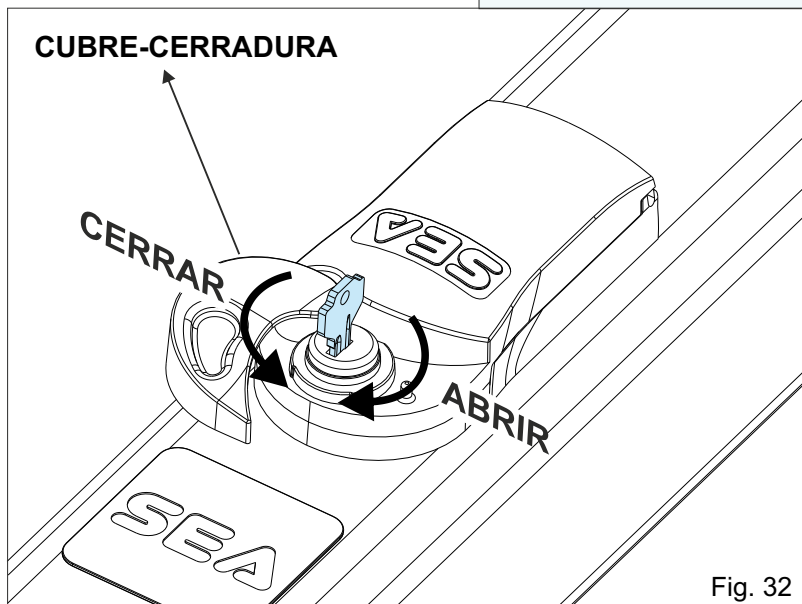

Fig. 32
- Desbloquear el operador manteniéndolo en horizontal (procedimiento de desbloqueo Fig. 32 - 33)
- Abrir el cubre-cerradura, insertar la llave y girarla en el sentido horario de unos 90° (Fig. 32)